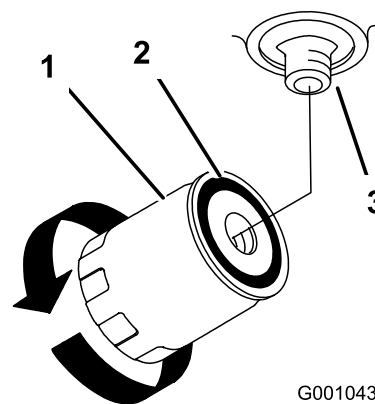

Figure 72
7. Appliquez une fine couche d'huile propre sur le joint en caoutchouc du filtre de rechange (Figure 72).
à huile dans le sens horaire jusqu'à ce que le joint en caoutchouc vienne toucher l'adaptateur du filtre. Serrez ensuite le filtre de 1/2 tour supplémentaire (Figure 72).